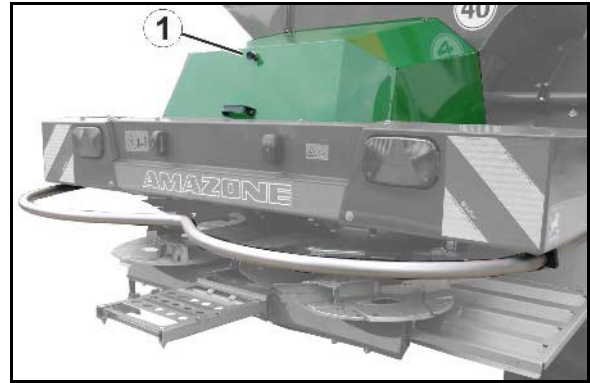

Рис. 72
1. Расфиксируйте кнопку блокировки кожуха (Рис. 72/1).